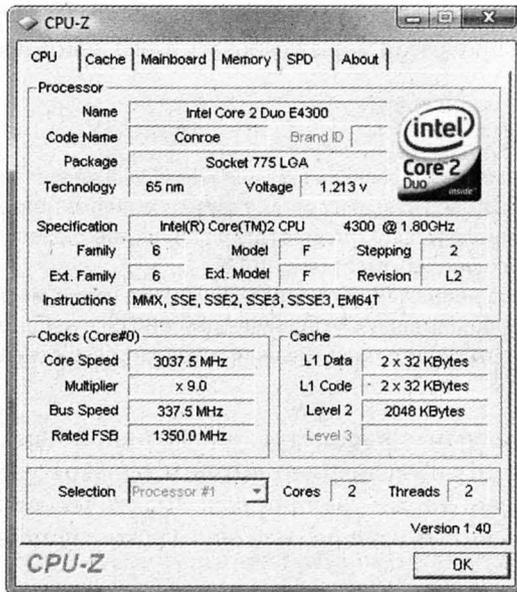

Рис. 17.5. Контроль реальной частоты процессора с помощью программы CPU-Z
- С помощью утилиты CPU-Z (<http://www.cpuid.com>) проверьте реальные рабочие частоты процессора и памяти, чтобы убедиться в правильности ваших действий (рис. 17.5). Обязательно контролируйте рабочие температуры и напряжения. Запустите одну-две тестовые программы и убедитесь, что нет сбоев и зависаний.